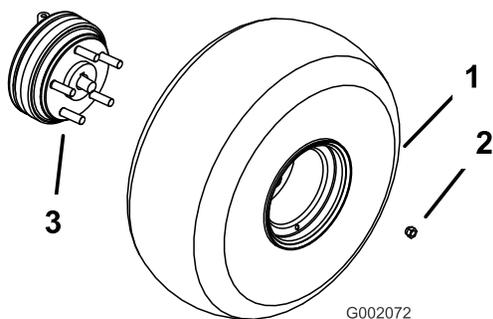

Figura 3
- Montate le ruote usando i dispositivi di fissaggio tolti in precedenza (Figura 3) e serrate a 61-88 Nm.